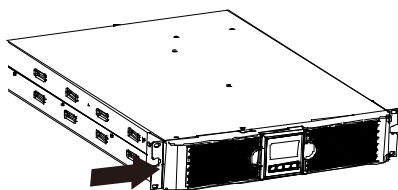

Рис. 4
1. Вирівняйте монтажні отвори з отворами для гвинтів на боковій панелі джерела безперебійного живлення та затягніть гвинт. (Рис. 4)